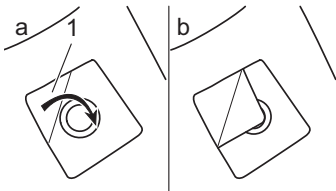

Abb. 21
6. Damit beim Transport kein Staub aus dem Staubfilterbeutel austritt, können Sie diesen mit der Ecke (Abb. 21/1) verschließen.